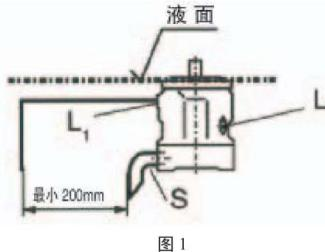

图 1
a) 当油箱的最低液面高于或等于安装法兰面时，将“L”堵死，而将“ L_1 ”和进油口“S”打开，建议按图 1 配管。